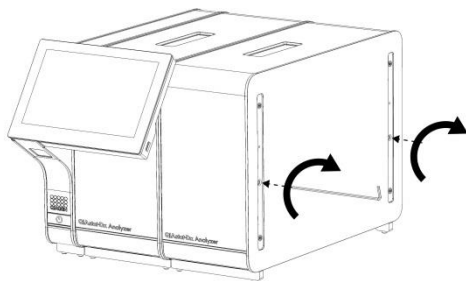

Рис. 13. Совмещение и крепление дополнительного аналитического модуля.
4. Совместите дополнительный аналитический модуль с уже имеющимся аналитическим модулем. Затяните винты с помощью инструмента для сборки узла «аналитический модуль – рабочий модуль», входящего в комплект поставки QIAstat-Dx Analyzer 1.0 (рис. 13).